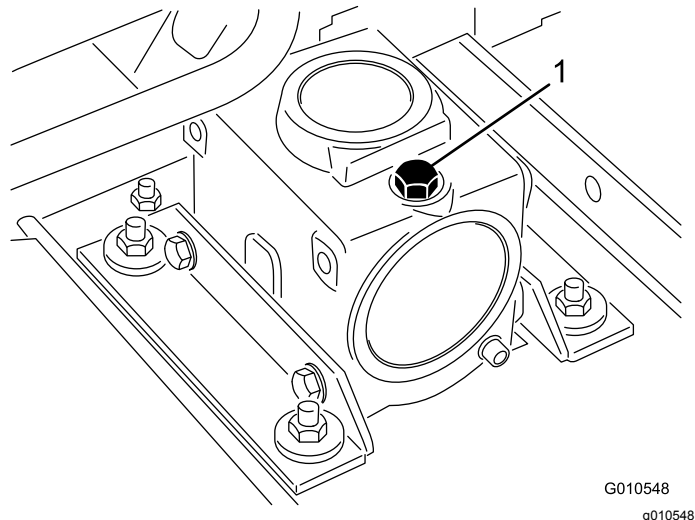

Figura 20
- Coloque a máquina e a unidade de corte numa superfície plana e baixe a unidade de corte. Retire a vareta/tampão de enchimento da parte superior da caixa de velocidades (Figura 20) e verifique se há lubrificante entre as marcas da vareta. Se o nível de lubrificante estiver baixo,